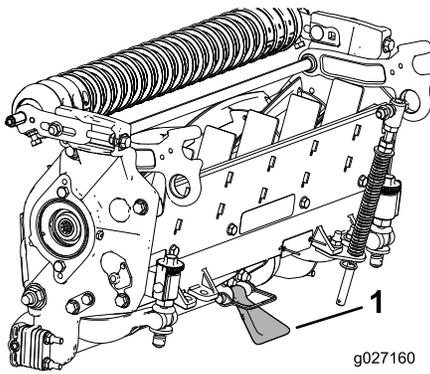

图9
**重要事项：** 确保底刀架调节螺丝后端的螺母不接触工作表面（图9）。